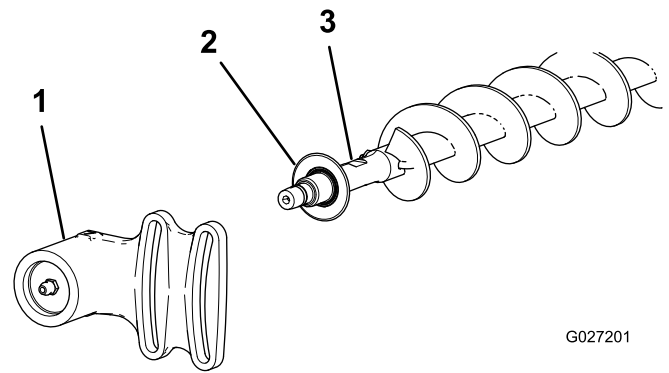
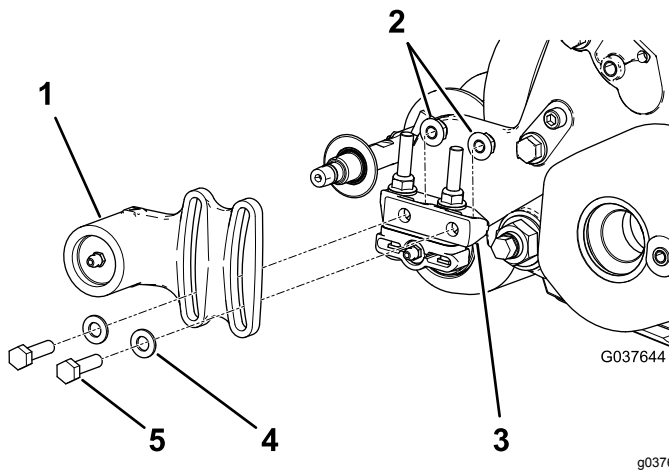

Bild 21
Bild 20
1. Wenn eine Rollenbürste an der Schneideinheit montiert ist, entfernen Sie die zwei Schrauben, Scheiben und Muttern, mit denen das nicht angetriebene Lagergehäuse an der Befestigungshalterung des Lagergehäuses befestigt ist (Bild 20 und Bild 21).
2. Schieben Sie das nicht angetriebene Lagergehäuse und die Abschlussdichtung von der Bürstenwelle (Bild 21).
- Setzen Sie die Ausschlussdichtung und das nicht angetriebene Lagergehäuse auf die Bürstenwelle (Bild 21).